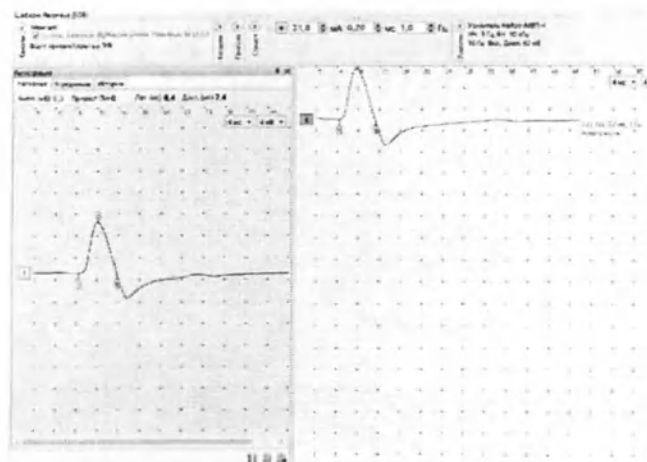

Рис. 82. Максимальный М-ответ
11. Подберите силу стимула до достижения максимального М-ответа (рис. 82).